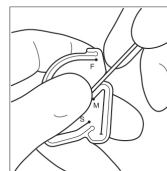
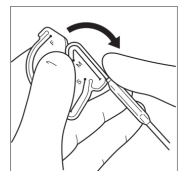

Abbildung 10: Beginn Kieferbiegung
Abbildung 11: Ende Kieferbiegung
- *Kieferbiegung mit Biegevorrichtung:* Vor der Formung der Kieferbiegung sollte die Vorrichtung wie in der Abbildung für die Keilbeinbiegung beinahe gerade sein. Mit der Biegevorrichtung in einer Hand die Kugelspitze im Kugelhalter der Biegevorrichtung positionieren (Abbildung 10). Einen Finger ungefähr auf die 2-cm-Markierung auf der Saugspitze legen und mit diesem Finger die Kieferbiegung formen (Abbildung 11).